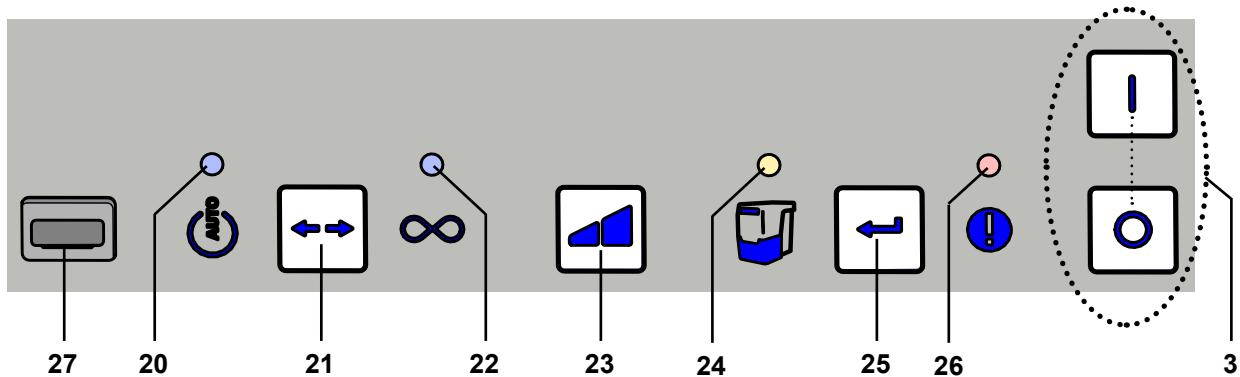

Fig. 2
- ⇒ Opreți aparatul cu ajutorul întrerupătorului de pornire/oprire (3, Fig. 2).
Aparatul de aspirație este operat prin intermediul butoanelor de pe tastatura de comandă (Fig. 2).